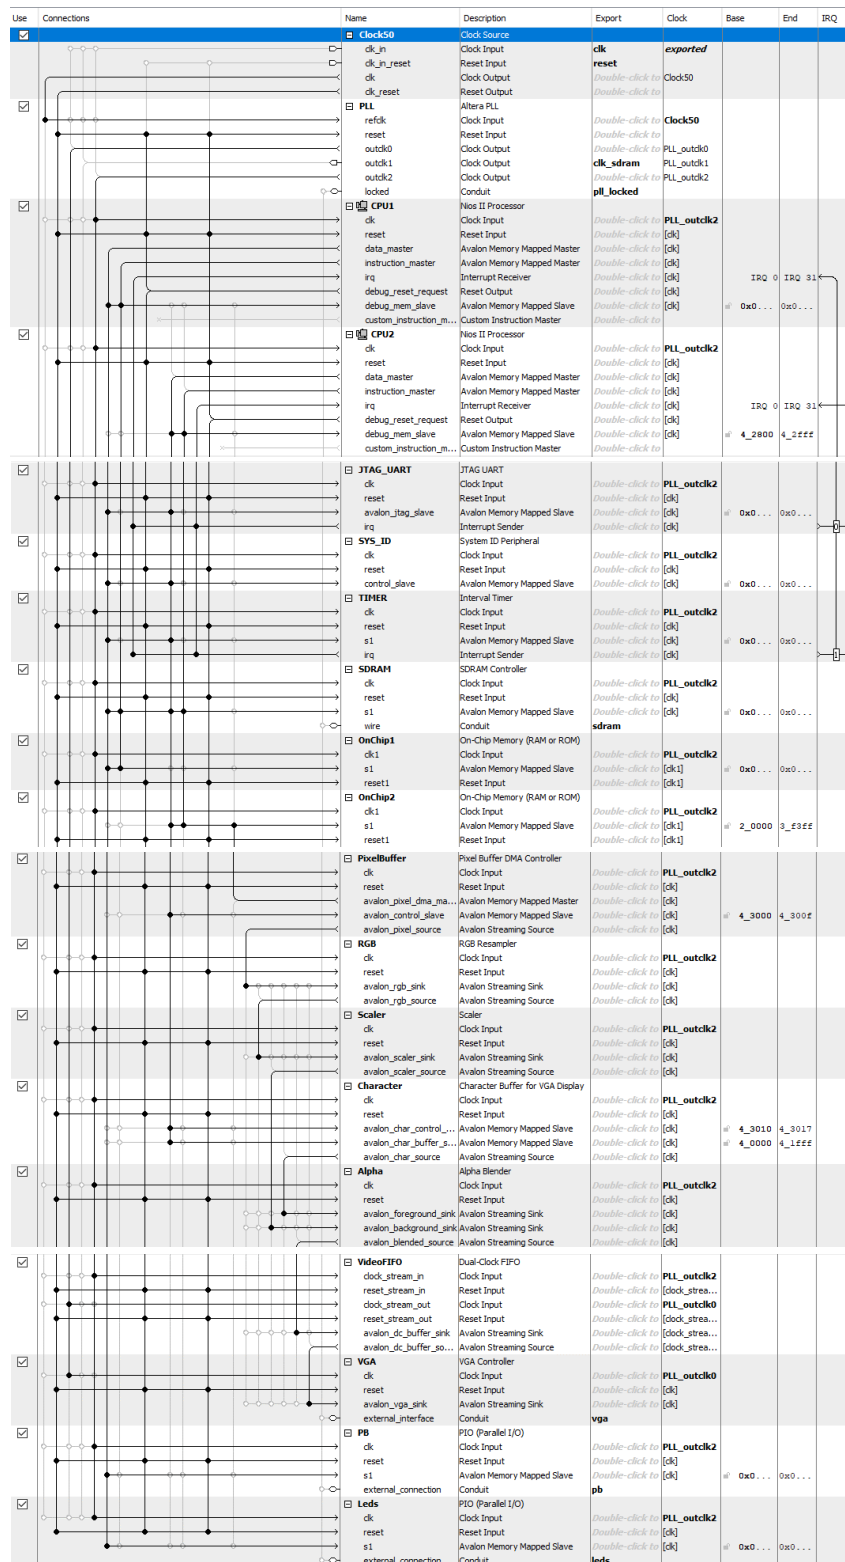

Ilustración 7: Diseño del Qsys realizado
10. Haga doble clic al archivo **SISTEMA.qsys** dentro del programa **Quartus Prime**. Verifique que se encuentra las siguientes conexiones entre cada componente, como se muestra en la ilustración 7.